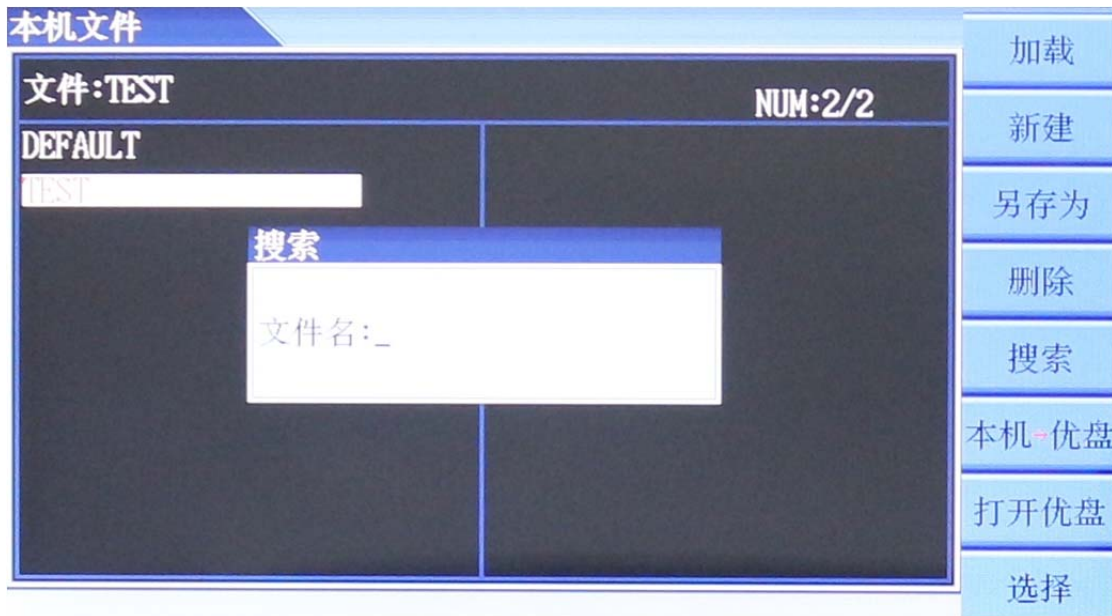

图 3-7
- (e) **搜索** 模糊搜索机器内部文件，按【搜索】键，输入要搜索的文件名，每输入一个字符机器会自动检索显示出搜索到的文件名，如图 3-7